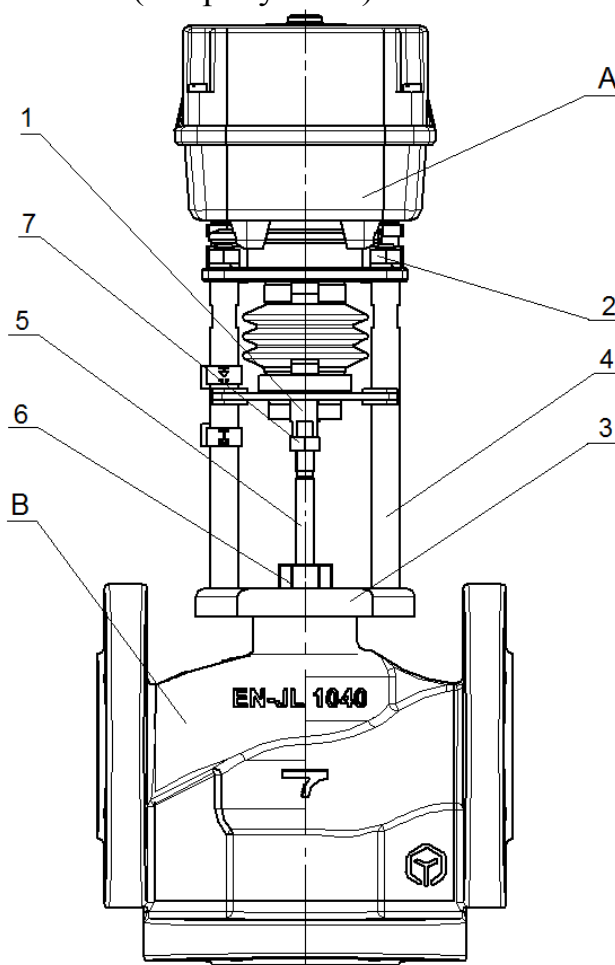

Рисунок 3 - Монтаж во фланцевом исполнении
- снимите верхнюю крышку электропривода и открутите гайки (2) на столбиках (3);
- переменным способом завинтите столбики (3) во фланец арматуры (6);
- гайки столбиков (2) закрутите полностью;
- гайку муфты (1) навинтите на вал арматуры (4);
- проверьте общий ход собранного изделия, в случае необходимости отрегулируйте ход до нужной величины гайкой муфты (1);
- гайку муфты (1) поверните на один оборот влево и застрахуйте гайкой (5) для возникновения предварительного напряжения, которое перекроет седло арматуры.
3.1.2 Монтаж во фланцевом исполнении (см. рисунок 3).